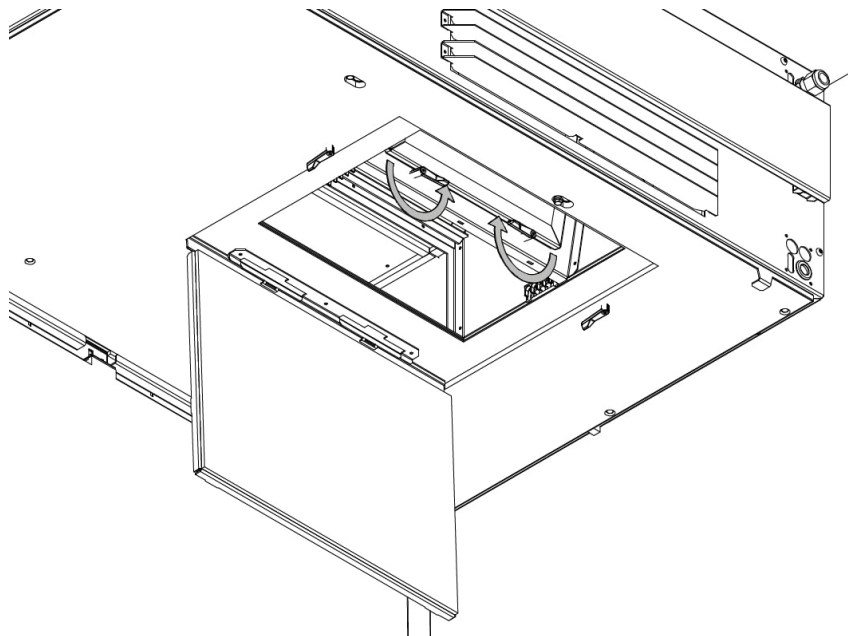

*Figur 11: Ta ut grovfilteret*
4. Ta ut filteret og sett inn et nytt, se Figur 11 og Figur 12.